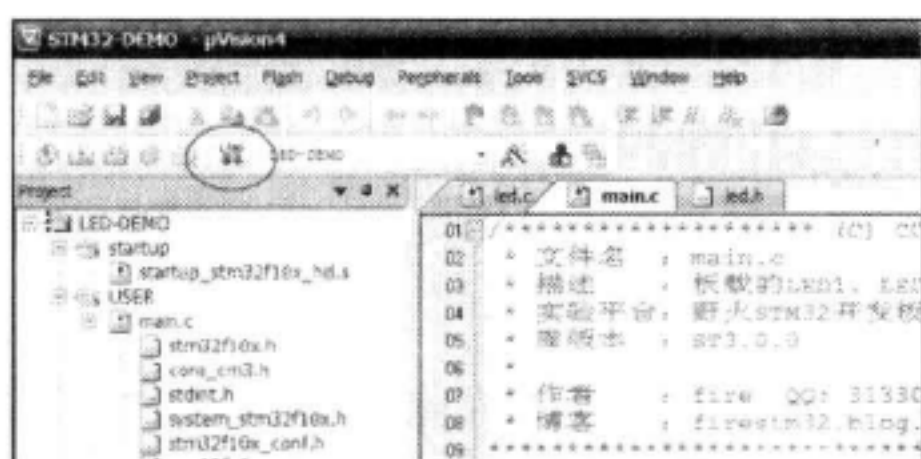

图 3-37 程序下载按钮
- 2) 点击 MDK 工具栏中的 Load 按钮就可将编译好的程序下载到开发板的 Flash，见图 3-37。